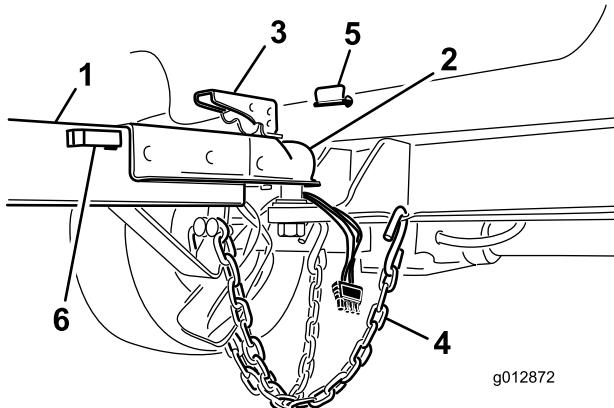

Figura 14
2. Sollevate la leva sul timone abbassando nel contempo la copertura sull'attacco a sfera (Figura 14).